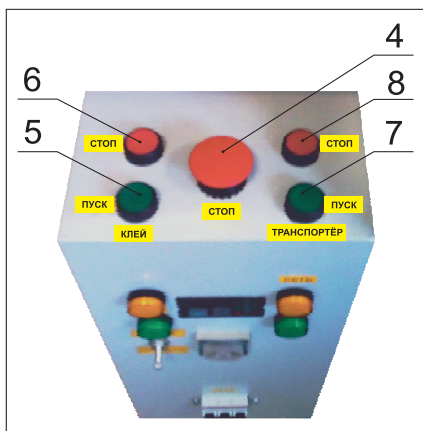

Рис. 2 Пульт управления (вид сверху)
2.4 Кнопка «Стоп» (*грибок красный–рис.2 поз.4*)
2.5 Кнопка включения КЛЕЕВОГО АППАРАТА (*цвет зеленый–рис.2 поз.5*)
2.6 Кнопка выключения КЛЕЕВОГО АППАРАТА (*цвет красный–рис.2 поз.6*)
2.7 Кнопка включения ЛЕНТОЧНОГО ТРАНСПОРТЕРА (*цвет зеленый–рис.2 поз.7*)
2.8 Кнопка выключения ЛЕНТОЧНОГО ТРАНСПОРТЕРА (*цвет красный–рис.2 поз.8*)